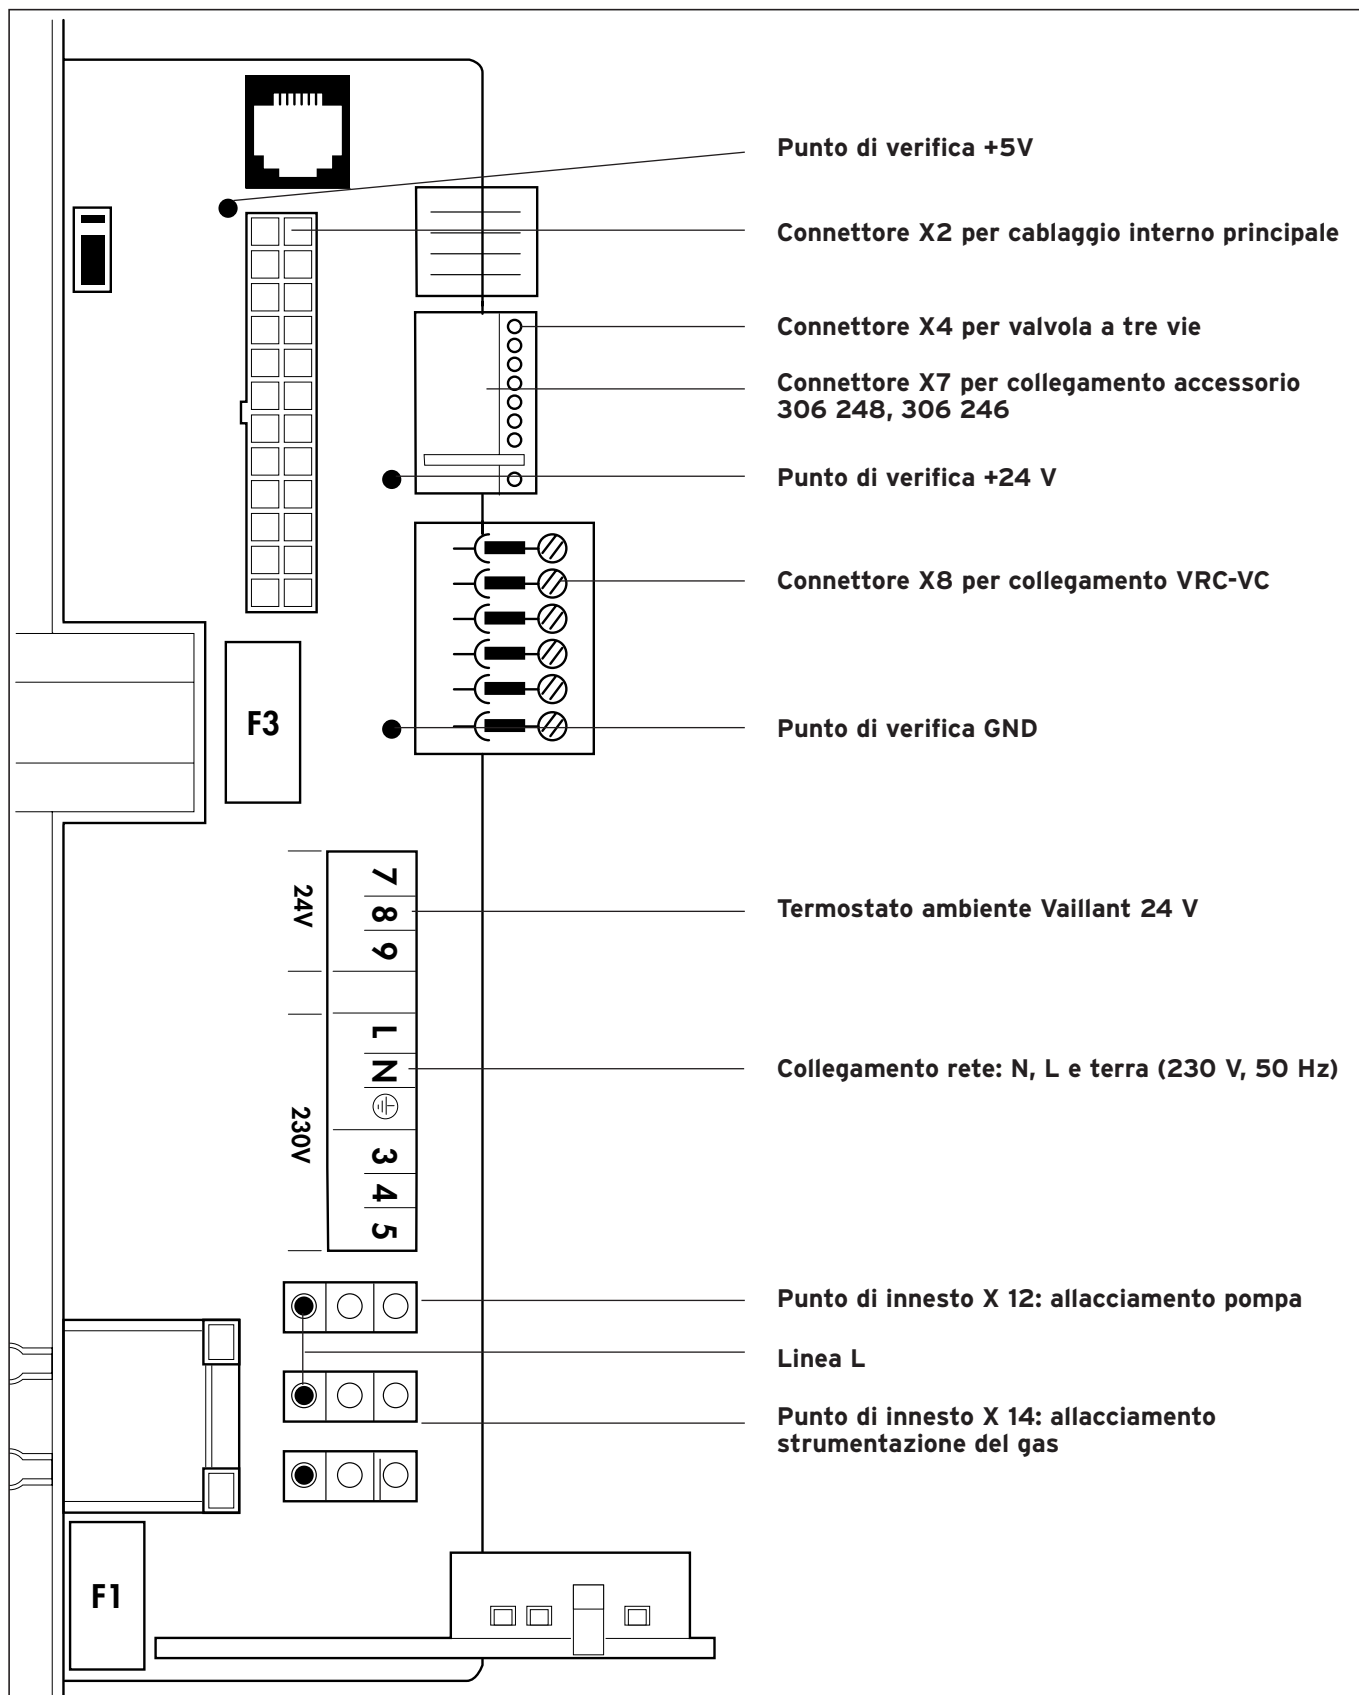

Fig. 3.14 Cablaggio
- Se necessario, allacciare nello stesso modo gli accessori indicati nella fig. 3.14